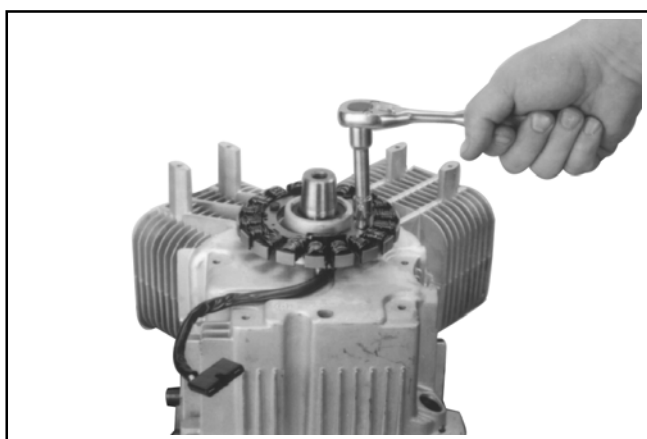

Figura 9-48. Rimozione dello statore.
2. Rimuovere le due viti esagonali e lo statore. Vedere Figura 9-48. Notare la posizione/disposizione del cavo dello statore.